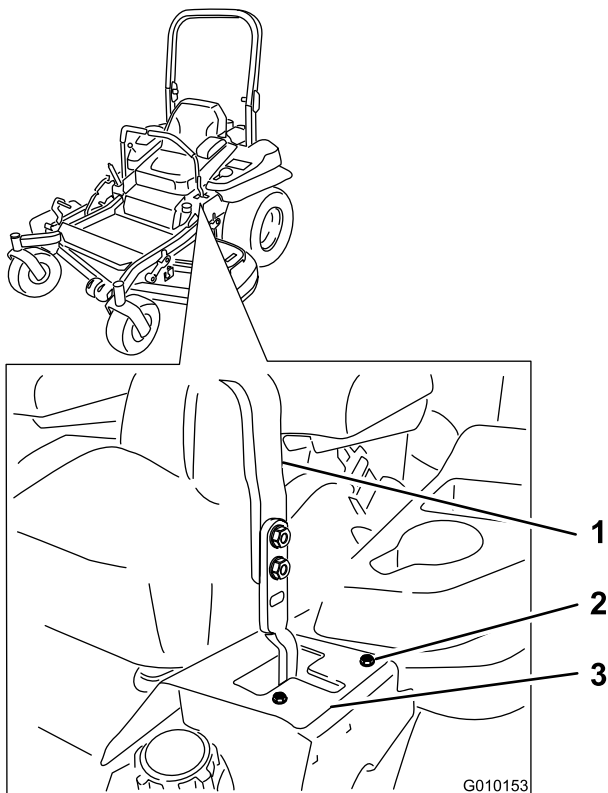

Figure 50
gauche, jusqu'à ce que la machine se déplace en ligne droite (Figure 50).
- Si elle se déporte à gauche, desserrez les boulons et reculez la plaque de butée droite dans la fente en T droite, jusqu'à ce que la machine se déplace en ligne droite (Figure 50).
- Serrez les boulons de la plaque de butée (Figure 50).